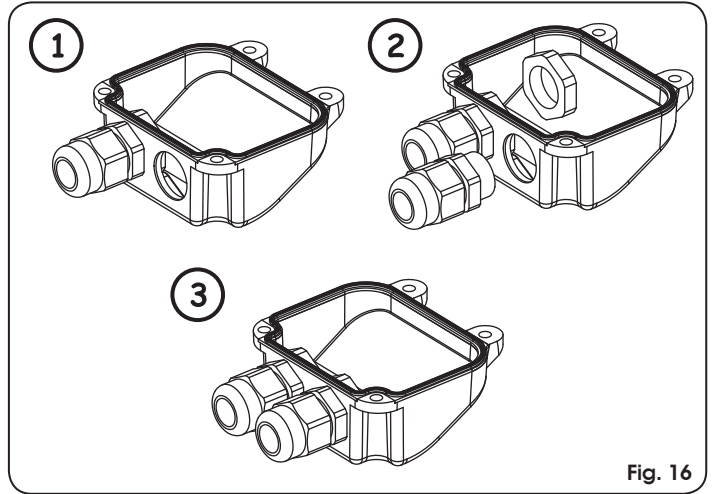

Fig. 16
1. Abrir também o segundo furo pré-perfurado na tampa, Fig. 16.
2. Montar o passa-cabo fornecido, Fig. 16.